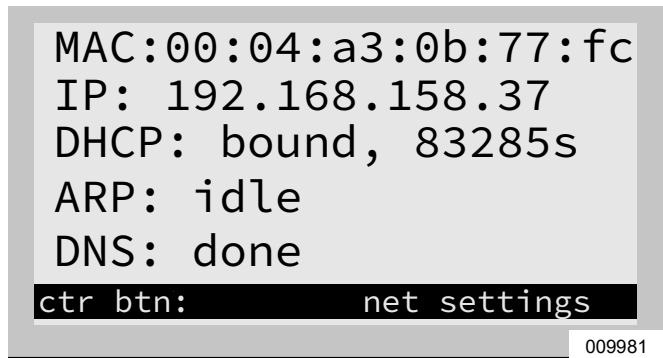

Figura 6-26. Solución de problemas de Ethernet
2. Navegue al panel de control hasta que vea una pantalla similar a la Figura 6-26. Cuando esté correctamente instalado, el panel de control del inversor tendrá una página de dispositivo adicional llamada Ethernet Settings (Ajustes de Ethernet).